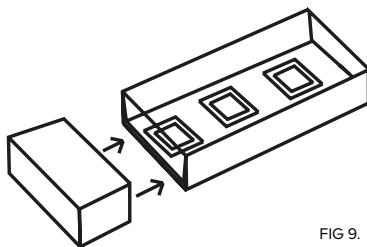

FIG 9.
9. Vul het afdek kapje van het uiteinde van de ledstrip volledig met afdichtmateriaal en plaats deze vervolgens op het uiteinde van de ledstrip (zie fig 9).